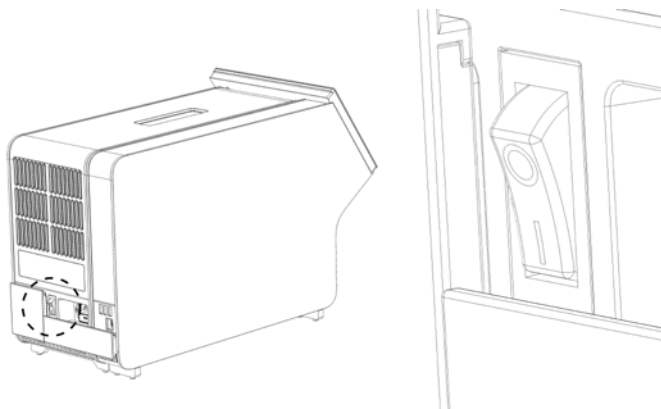

Figura 21. Amplasarea comutatorului de alimentare și setarea acestuia în poziția „I”.
10. PORNIȚI instrumentul prin apăsarea comutatorului de alimentare din partea din spate a modulului analitic în poziția „I” (Figura 21). Confirmați că indicatoarele de stare aferente modulului analitic și operațional sunt albastre.